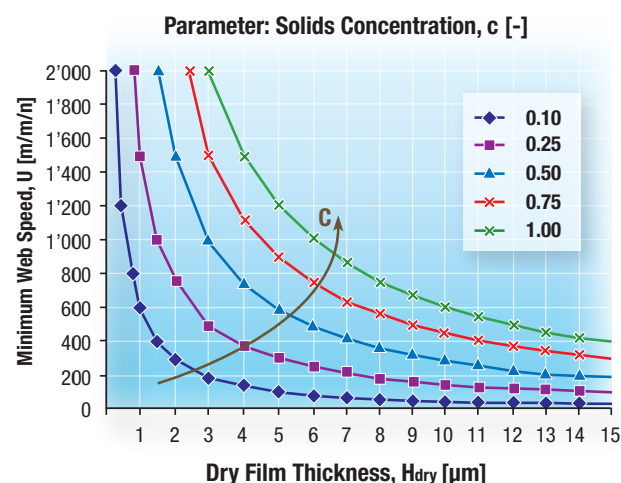

Figure 1: Curtain coating is capable of producing both thin layers at high speeds and thicker layers at lower speeds
Ein wichtiger Parameter ist die erforderliche Volumenstromdichte, der notwendig ist, um einen stabilen Vorhang zu erzeugen. Daraus ergibt sich bei gegebener Bahngeschwindigkeit eine minimale Filmdicke. Zur Veranschaulichung ist in Abbildung 1 der Zusammenhang zwischen trockener Schichtstärke (H_{dry}) und minimaler Bahngeschwindigkeit (U) gezeigt, die je nach Feststoffgehalt (c) der Beschichtungslösung erforderlich ist. Hieraus zeigt sich tendenziell, dass mit dem Vorhangverfahren dünne Schichten bei hohen
Volume flow density is an important parameter to achieve a stable process and produce a minimum film thickness at a given web speed. This is illustrated by the diagram below, which depicts the relationship between dry film thickness (H_{dry}) and minimum web speed (U) at certain solids concentrations (c) of the coating solution. Figure 1 shows – at least as a broad tendency – that curtain coating is capable of producing both thin layers at high speeds and thicker layers at lower speeds. It is possible to achieve high coat weights at high speeds, whereas attempts to apply thin layers at low speed often fail due to insufficient curtain stability.